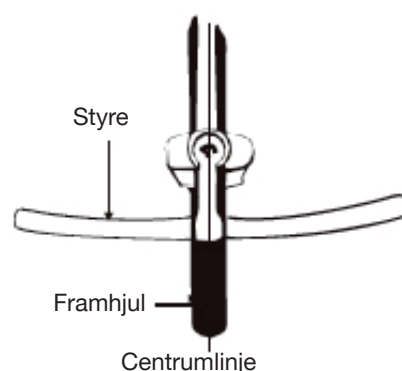

Fig. 10 Montering av styre och styrstag
2. Juster styrekomponenten med forhjulet (se fig. 10). Stram ekspanderboltene skikkelig med en justerbar nøkkel. NB: Noen modeller krever en 6 mm unbrakonøkkel. (Moment: 18 Nm)
6. Forsikre deg om at styret og styrekomponenten er skikkelig strammet før du sykler. Styret bør ikke rotere i styrekomponenten. Når du strekker deg over og holder fast forhjulet mellom knærne, bør ikke styret kunne vris når du påfører horisontalt trykk. (Se fig. 10).